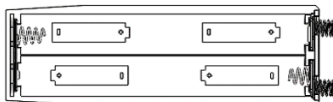
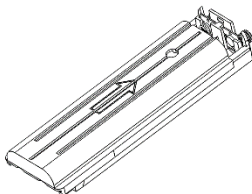

Abbildung 1
Abbildung 3
**ANLEITUNG FÜR DIE ALKALINE-VERSION:** Das Alkaline-Batteriefach bietet Platz für (4) AA-Batterien, wie in Abbildung 1 dargestellt.
Ziehen Sie das Batteriefach heraus, indem Sie das untere Ende des Batteriefachs mit Händen ergreifen. Schieben Sie die obere Abdeckung wie in Abbildung 3. Setzen Sie die Batterien ein, wie in Abbildung 1 gezeigt, dann schließen Sie die obere Abdeckung. Setzen Sie das Batteriefach in Pfeilrichtung in die Taschenlampe ein.